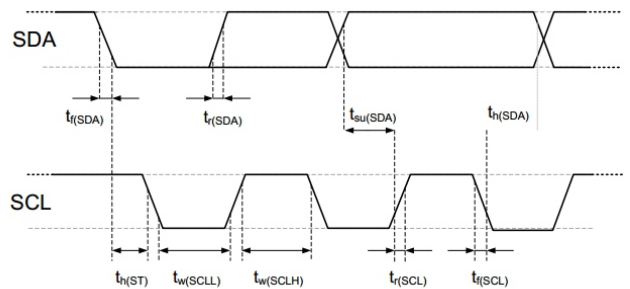

图 17 数字输入/输出端的时序图、缩略语在表 8 中进行了解释。较粗的 SDA 线由传感器控制、普通的 SDA 线由单片机控制。请注意 SDA 有效读取时间由前一个转换的下降沿触发。
SDA 引脚用于传感器的数据输入和输出。当向传感器发送命令时, SDA在串行时钟SCL的上升沿有效, 且当SCL为高电平时, SDA必须保持稳定。在SCL下降沿之后, SDA值可被改变。为确保通信安全, SDA的有效时间在SCL上升沿之前, 和下降沿之后应该分别延长至TSU and TH0-参考图17。当从传感器读取数据时, SDA在SCL变低以后有效 (TV), 且维持到下一个SCL的下降沿。
电气特性，如功耗、输入和输出的高、低电平电压等，依赖于电源供电电压。为了使传感器通讯顺畅，很重要的一点是，确保信号设计严格限制在表 7、8 和图 17 所给出的范围内）。
表 8 I2C 快速模式数字输入/输出端的时序特性。具体含义在图 17 有所显示。除非另有注明。